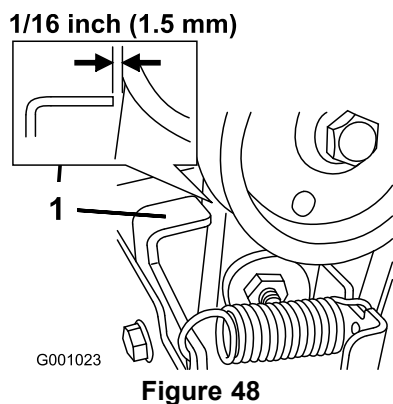

Figure 48
3. Lorsque le levier de commande de fraise à neige/turbine est désengagé, vérifiez qu'il existe un écart de 1,5 mm entre l'ensemble embrayage de fraise à neige et la patte (Figure 48).